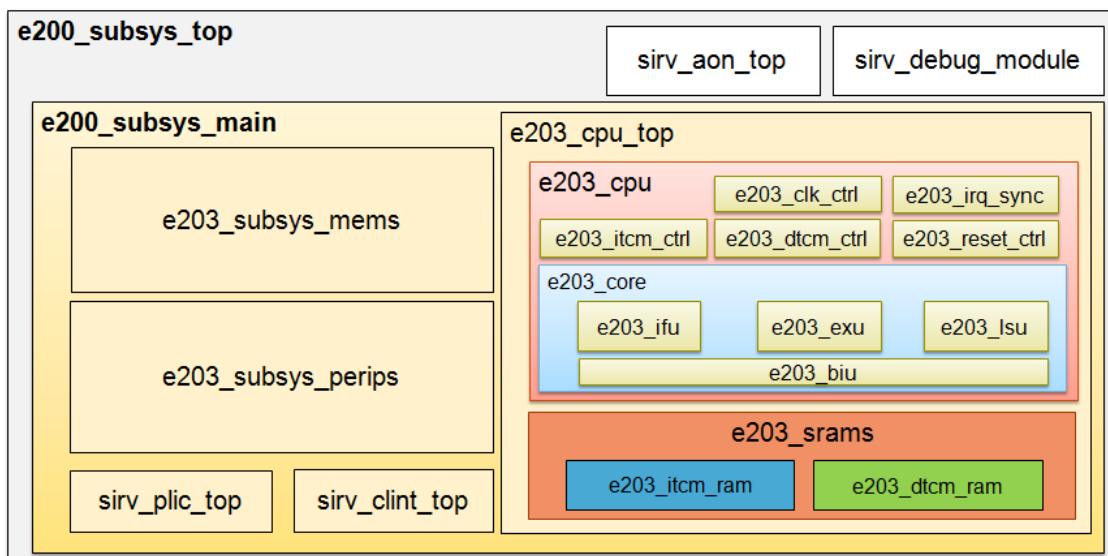

图 3-1 Subsys 模块层次结构图
- `core` 目录主要用于存放处理器核模块的 Verilog RTL 代码。其模块间的层次结构如图 3-1 所示，`e203_cpu_top` 是蜂鸟 E203 处理器核的顶层，其接口请参见源代码注释。
- `subsys` 目录包含了 SoC 的主体顶层模块的 Verilog RTL 代码，其中 `e203_subsys_top` 是事实上的 SoC 顶层文件，它例化了 Main Domain 模块（`e203_subsys_main.v`）和 Always-on Domain 模块（`e203_aon_top.v`）。其模块间的层次结构如图 3-1 所示。`e203_subsys_mems` 模块实现了系统存储总线（System Memory Bus），通过调用例化 `serv_icb1to8_bus` 模块并且配置其参数的方式来配置每个从设备的地址区间，如图 3-2 所示。`e203_subsys_perips` 模块实现了系统设备总线（System Peripheral Bus），通过调用例化 `serv_icb1to16_bus` 模块并且配置其参数的方式来配置每个从设备的地址区间，如图 3-3 所示。除了已经实现的从设备，还预留了地址区间实现外部存储（`sysmem`），外部外设（`sysper`）和外部快速 IO（`sysfio`）总线接口，如图 3-4 所示。